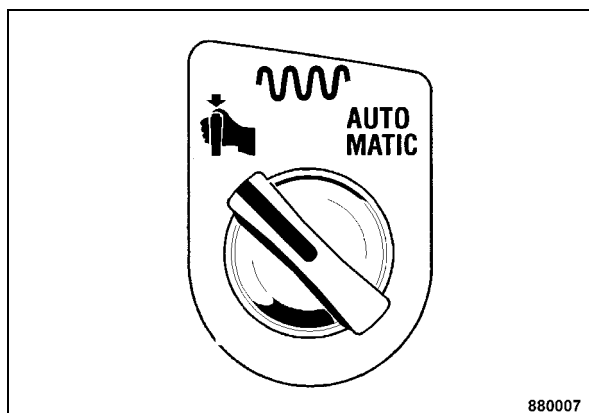

Fig. 54
- Porre il commutatore a rotazione Vibrazione Manuale o Automatica nella posizione per manuale (Fig. 54).